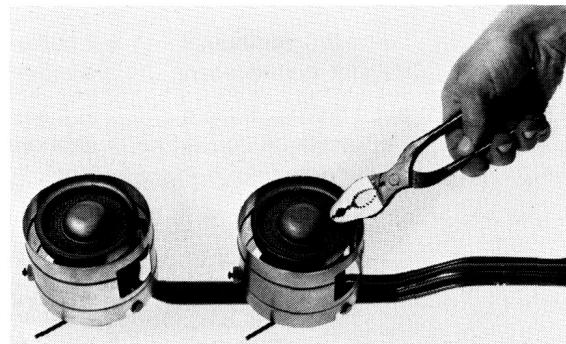

Fig 40
- Flammenverteilersieb mit der Konuszange drehen (Fig 40). Ist es krumm oder zerdrückt, so muss es im Zeughaus oder beim Materialdienst ausgetauscht werden.
- Saisir le treillis-distributeur au moyen de la pince à cône et le faire pivoter légèrement (Fig 40). S'il est tordu ou écrasé il faut l'échanger à l'arsenal ou auprès du service du matériel.
- Girare leggermente il coperchio distributore usando la pinza universale (Fig 40). Se il coperchio è storto o schiacciato deve essere cambiato all'arsenale o presso il servizio del materiale.